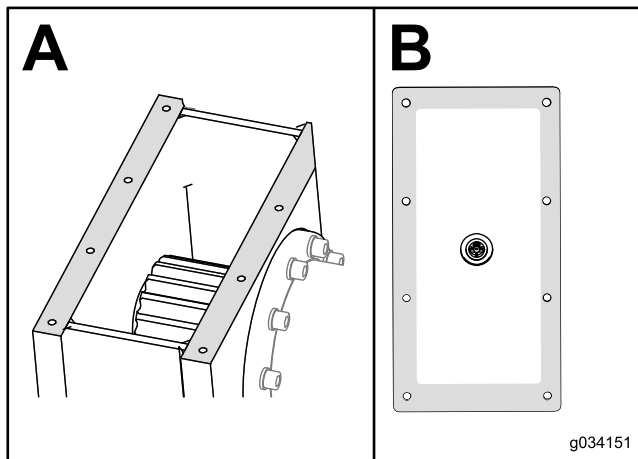

Figure 134
7. Nettoyez le mastic du boîtier d'engrenages et du couvercle (Figure 134).
8. Appliquez du mastic RTV neuf de type automobile sur le bord du couvercle (encadré B de la Figure 134).